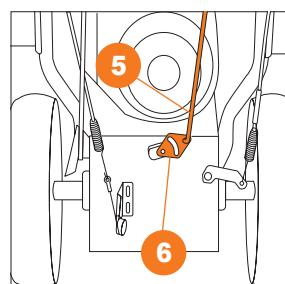

Рис. 4.2
- Подсоедините штангу рычага выбора передач 5 к кронштейну привода 6 расположенного в нижней части машины и зашплинтуйте ее (Рис. 4.2).